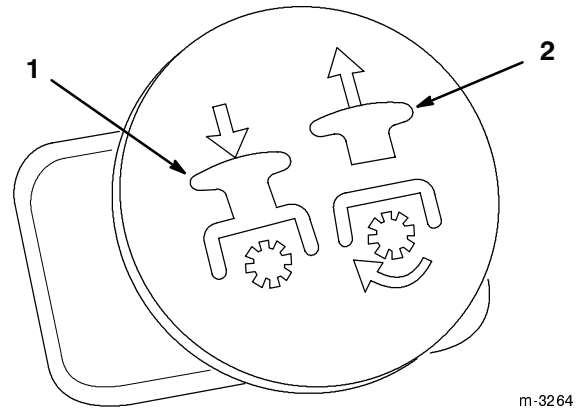

Figure 14
3. Tirer le bouton de prise de force (PDF) en position embrayée (Fig. 14).